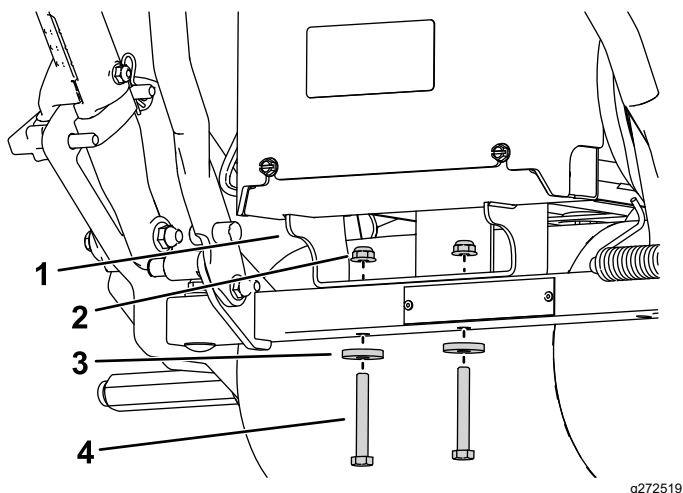

Figura 5
5. Rimuovete i 2 dadi, le rondelle e i bulloni che fissano la staffa della centralina alla parte posteriore della macchina e rimuovetela (Figura 5).